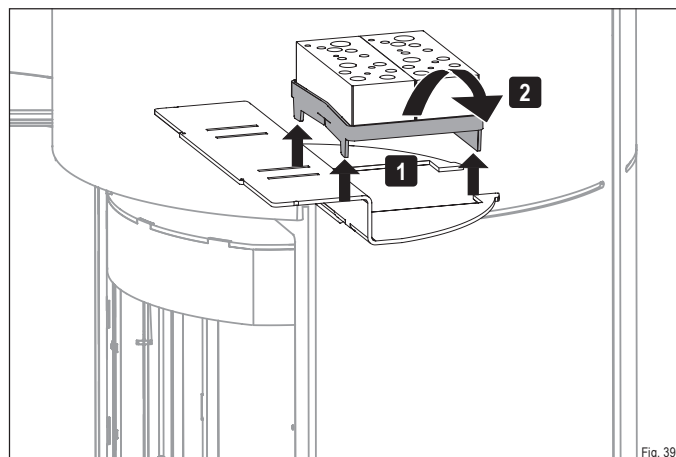

Fig. 39
- ▶ Faites glisser le support du catalyseur vers le haut et faites-le pivoter pour le faire passer dans l'ouverture (Fig. 39).